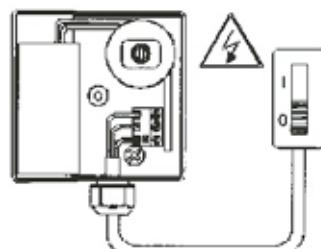

Fig. 5
**Följ alltid säkerhetföreskrifterna. Pumpenheten ska alltid skyddsjordas.** Anslut skyddsjorden till terminalen med symbolen  $\frac{1}{2}$ . Jämför frekvens samt matningsspänning med data på märkskyllten och anslut ledningarna enligt schema i terminalboxen (**fig. 5**).